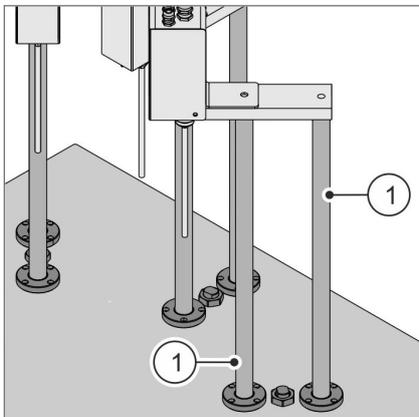

Abb. 58 Führungsstangen am Abfüllkopf schmieren
01. Abfüllmediumreste an den Führungsstangen **Abb. 58** / ① des Abfüllkopfs mit einem leicht angefeuchteten Tuch entfernen.
Führungsstangen **Abb. 58** / ① ausschließlich mit einem lebensmittelverträglichem Schmiermittel (z. B. Schankhahnfett) einschmieren.